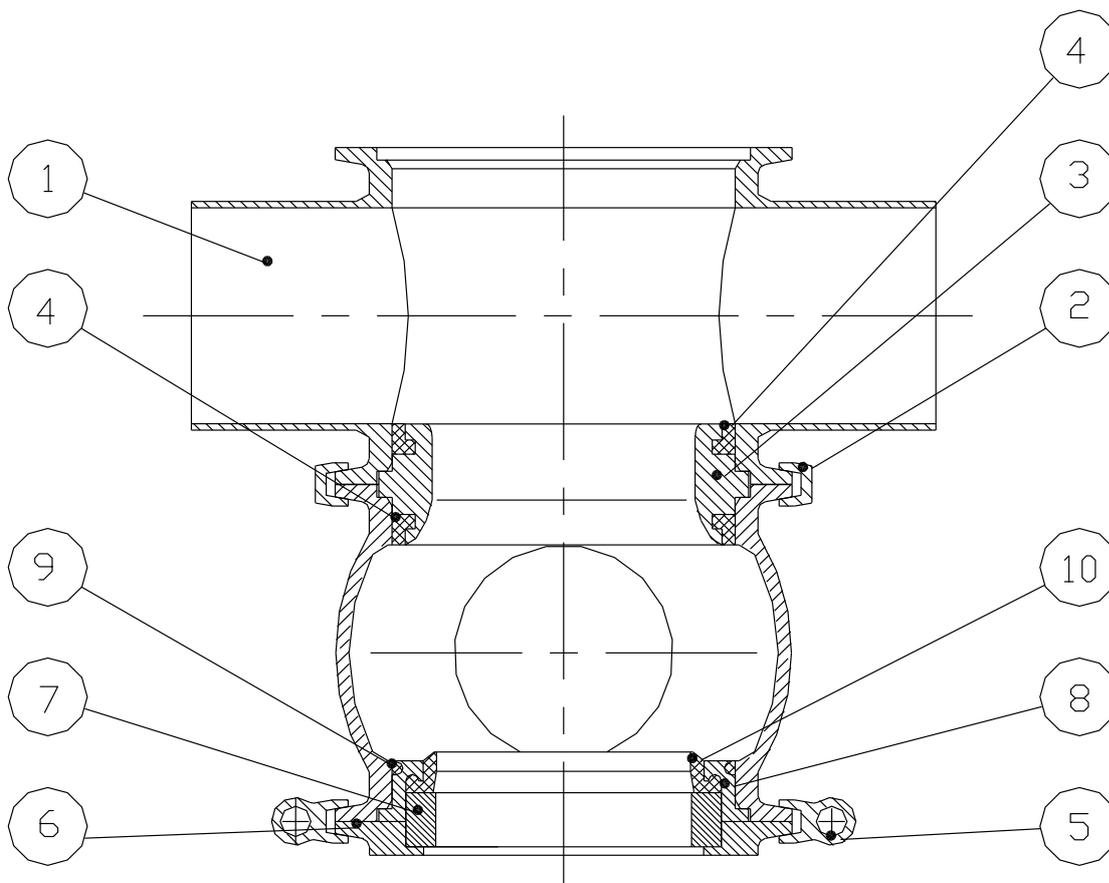

Fig. MBCSS2
1.3 Desmontaje del cuerpo y el asiento (fig. MBCSS2)
1.7 Reajuste de la junta y cojinete del eje inferior (fig. MBCSS2)
3.3 Juntas del cuerpo central (fig. MBCSS2)